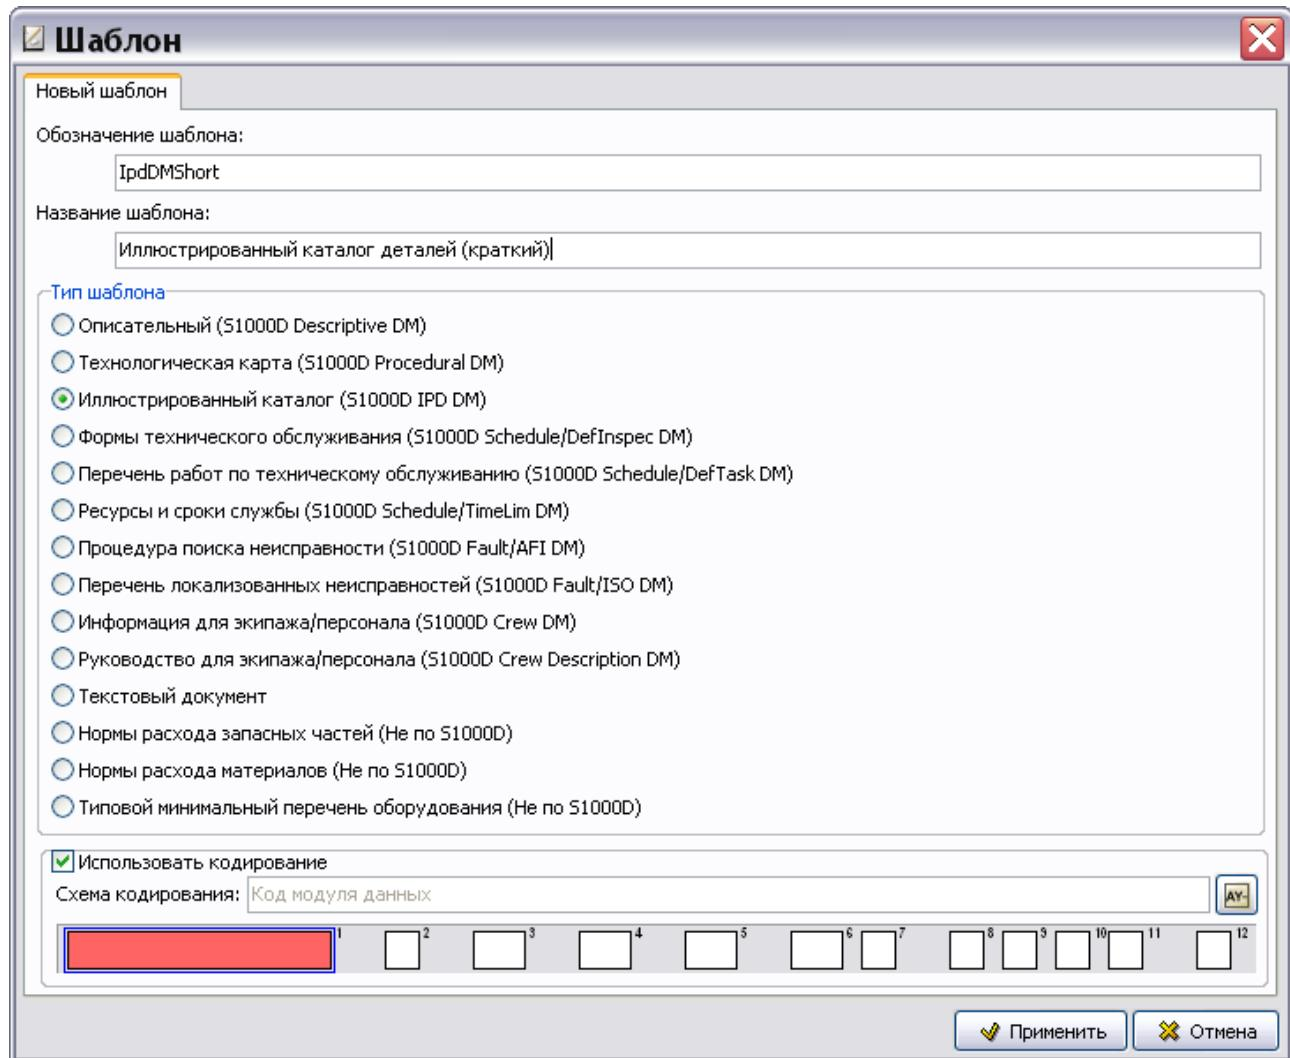

Рис. 3.14
2. В диалоговом окне **Шаблон** введите обозначение шаблона – «IpDDMShort» и название – «Иллюстрированный каталог деталей (краткий)» (Рис. 3.14).